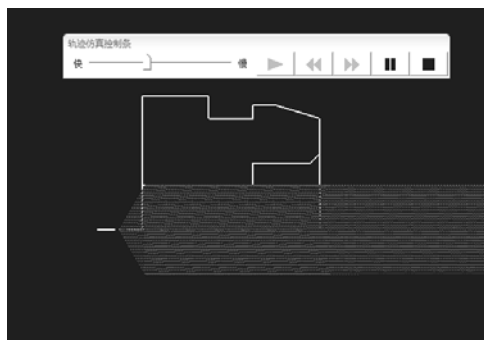

图 6-154 钻孔轨迹仿真结果
(3) 轨迹仿真 轨迹仿真是对已有的加工轨迹进行加工过程模拟，以检查加工轨迹的正确性。选择下拉菜单“数控车”→“轨迹仿真”命令，或直接单击数控车工具栏中的“轨迹仿真”按钮，系统在“命令提示”栏中显示“拾取刀具轨迹”，然后单击立即菜单，在立即菜单选项中选择“静态”，并设定步长为 0.5。单击已经生成的加工轨迹，轨迹变成红色表示被选中，然后单击右键结束选取，系统便弹出仿真控制条，按开始键开始仿真。仿真过程中可进行暂停、上一步、下一步、终止和速度调节操作，如图 6-154 所示。如果仿真结果不是很理想，可以通过修改参数来改变。